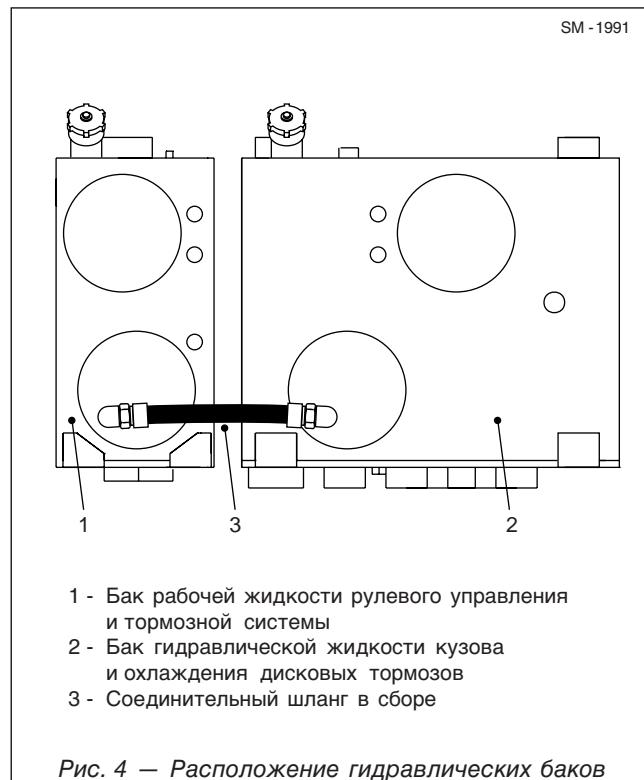

Рис. 4 – Расположение гидравлических баков
3. Подставив подходящие емкости, извлеките сливные пробки из бака (1) и бака гидравлической жидкости кузова и охлаждения дисковых тормозов (2, рис. 4), затем слейте масло. См. раздел 230-0040 «БАК ГИДРАВЛИЧЕСКОЙ ЖИДКОСТИ КУЗОВА И ОХЛАЖДЕНИЯ ДИСКОВЫХ ТОРМОЗОВ». Вставьте сливные пробки и надежно затяните их.
4. Извлеките болты (6), стопорные шайбы (7), крышку технологического люка (3) и прокладку (5) из бака (1). Выбросьте прокладку (5).
5. Открутите крыльчатые гайки (14) со стержней (13). Извлеките из бака (1) фильтр в сборе (10) и прокладку (15) и выбросьте их.
6. Установите в баке (1) новую прокладку (15) и фильтр в сборе (10) на стержни (13) и закрепите их крыльчатыми гайками (14).
7. Установите новую прокладку (5) и крышку технологического люка (3) на бак (1) и закрепите их болтами (6) со стопорными шайбами (7).
8. Заполните бак (1) нужным количеством гидравлического масла, указанного в разделе 300-0020 «СИСТЕМА СМАЗКИ». Установите крышку заливной горловины (8).